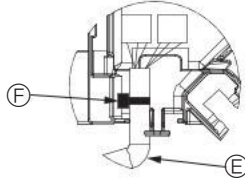

Fig. 10-10
- Panel kanatçık motor kablosunu tespit eden bandı konektör kutusuna şema-daki gibi yerleştirin. (Fig. 10-10)